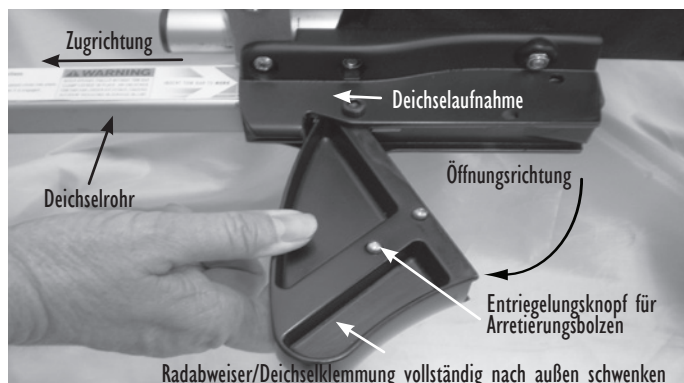

Abbildung 10: Deichsel demontieren
3. Schwenken Sie den linken Radabweiser bis zum Anschlag nach vorne, um die Sicherheitsarretierung der Deichsel vollständig zu lösen (s. Abbildung 10).
4. Ziehen Sie das Deichselrohr vollständig aus der Deichselaufnahme (s. Abbildung 10).